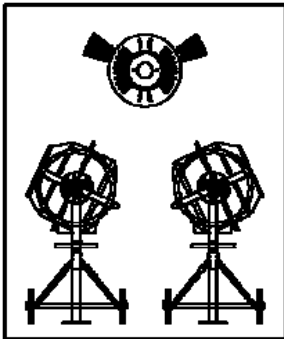

Fig.12
- Positionnez l'axe du tambour pour le chargement du mortier comme indiqué sur la Fig.12.